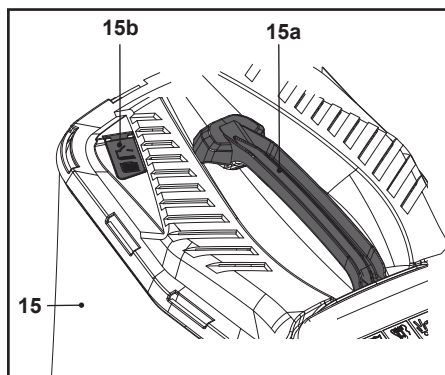

Fig. 12
2. Lorsque la trappe (15b) est fermée, le bac de ramassage (15) est plein et doit être vidé (Fig. 12).